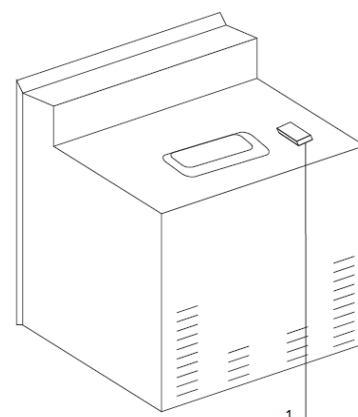

Abbildung 9 Backofenrückseite
- Kompaktstecker in die Anschlussöffnung siehe Abb. 9 Backofenrückseite stecken.